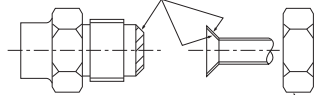

Fig. 4-1 Veiller à n'utiliser que les écrous évasés fournis avec l'appareil.
4.2. Appareil intérieur (Fig. 4-1)